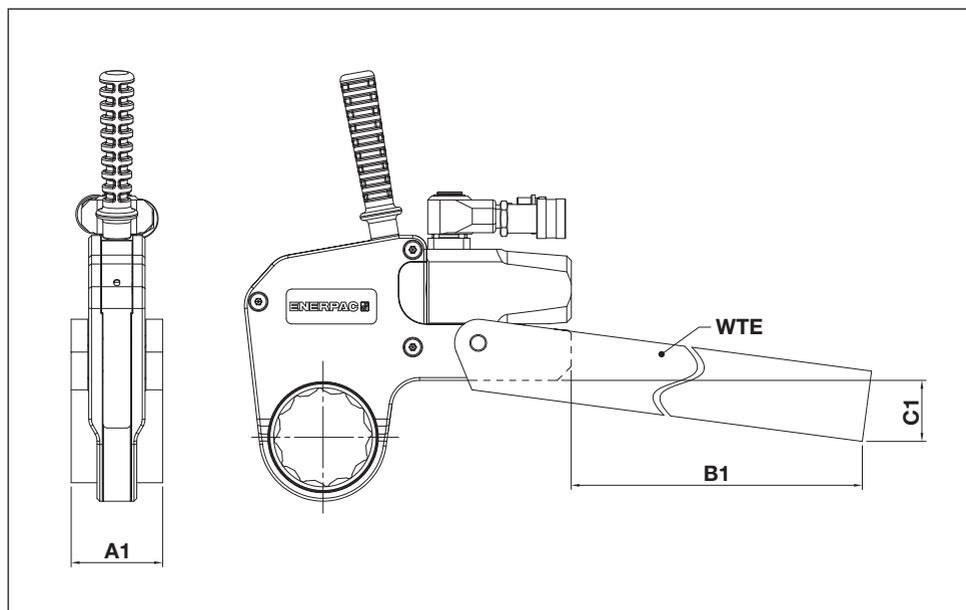

Fig. 23
6.1.1 Dimensions du bras de réaction allongé de la série WTE (fig. 23)